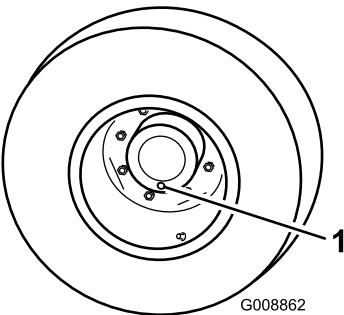

图53
1. 将机器放在水平地面上将车轮放置为 1 个检查塞在最低 6 点钟位置 (图53)。